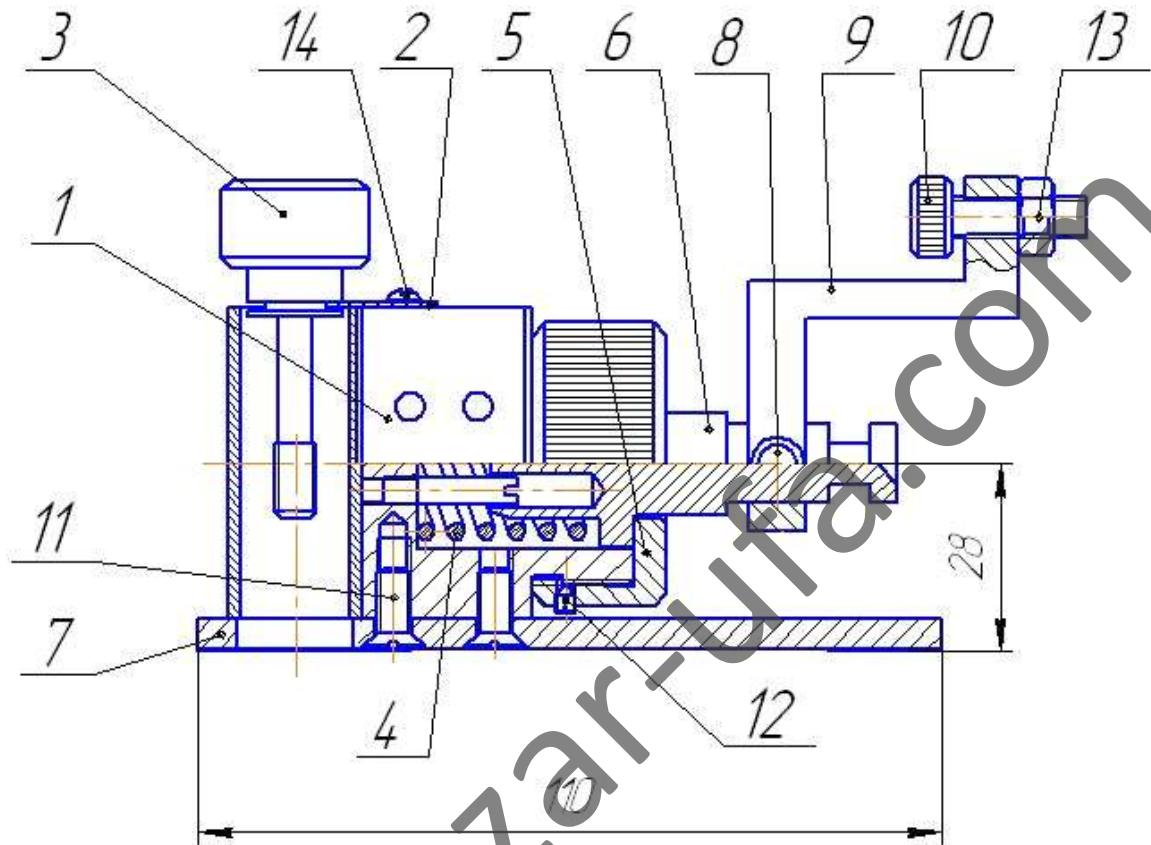
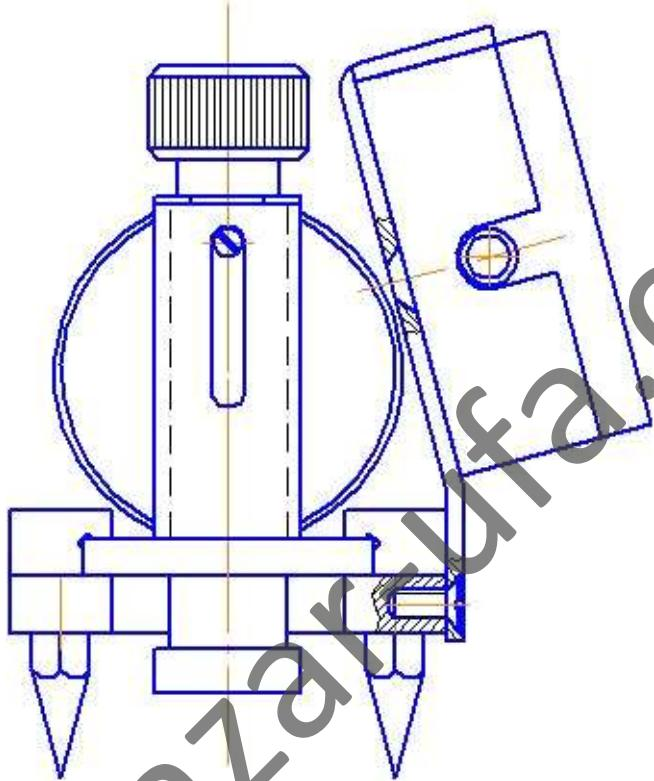
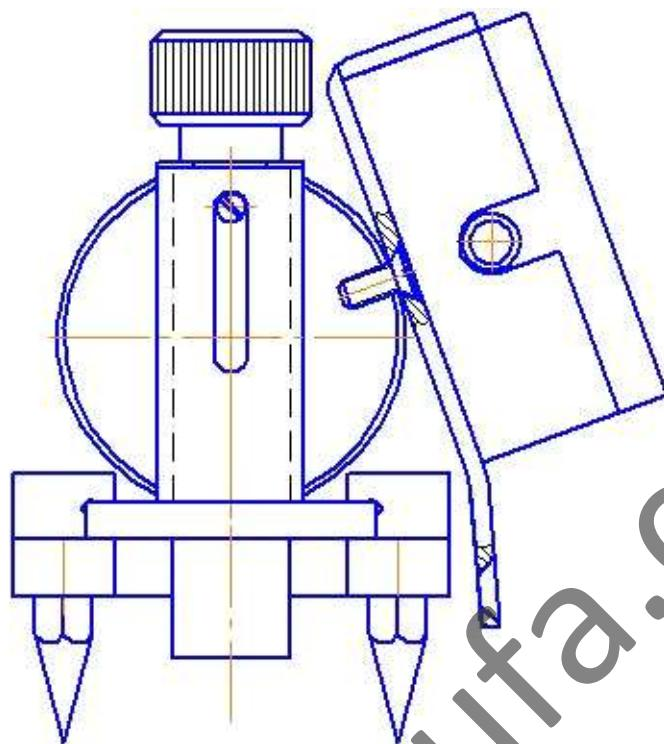

Рис. 3
Рис. 4
Рис.5
Каретка (рис. 3), передвигаясь относительно станины по направляющим, воздействует на изоляционное покрытие трубопровода через скребок в случае битумного покрытия или кардан, если трубопровод имеет полимерное покрытие. Крепление кардана и скребка производится с помощью винта 3 и фиксируется установочным винтом. Внутри корпуса каретки 1 находятся: тарированная пружина 4, валик 6, ориентированный штифтом, натянутые муфтой 5, законтренной установочным винтом 12. Настройка измерителя осуществляется с помощью винта настройки 10 кулачка 9 и контргайки 13. При определении усилия прилипания битумного покрытия (рис. 4) держатель 2 крепится плите, а при определении усилия прилипания полимерного покрытия (рис. 5) – к корпусу.
- 5.2. При определении усилия прилипания битумного покрытия установить в каретку 2 скребок и держатель закрепить винтами к плите станины (рис. 4),
а при определении усилия прилипания полимерного покрытия держатель закрепить винтами к корпусу каретки 2 (рис. 5).